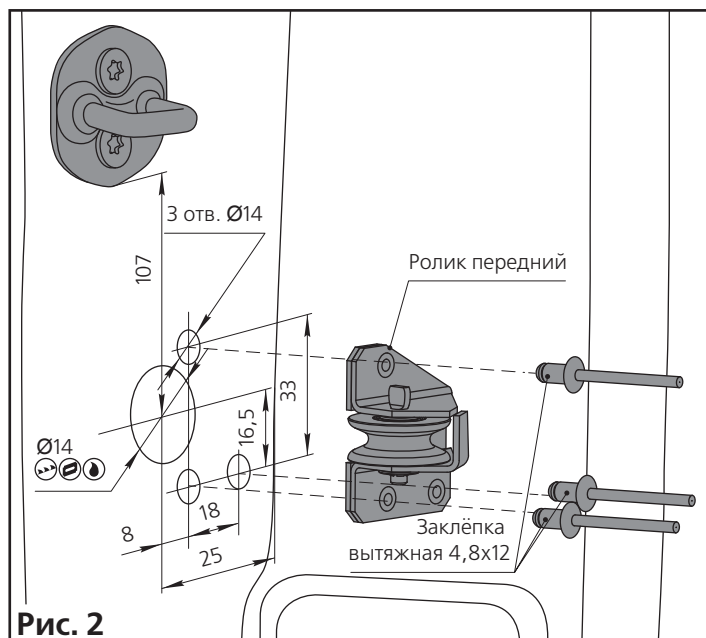

Рис. 2
3.5.19 Снимите ролик промежуточный с каркаса кузова (рис. 2).
3.5.20 Просверлите два отверстия отмеченные маркером сверлом $\varnothing 7$ мм. Удалите с кромок заусеницы, притупите острые кромки и обработайте кромку антикоррозийной жидкостью, не содержащей кислоты (рис. 2).